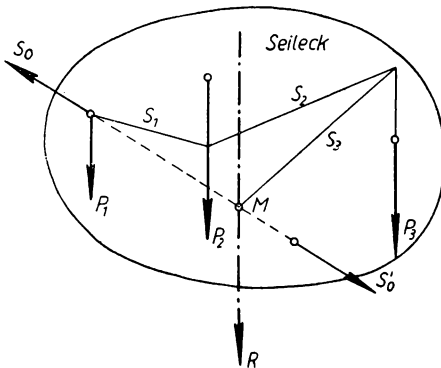
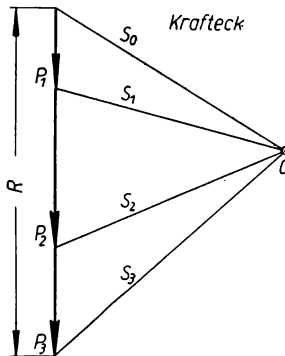

Bild 199
Bild 200
**326.** Drei Parallelkräfte  $P_1, P_2, P_3$  (Bild 199) sollen mittels Kraft- und Seilecks zu ihrer Mittelkraft *R* zusammengesetzt werden.
**Lösung:** Das Krafteck wird eine gerade Linie (Bild 200).
Um die Lage der Mittelkraft, also ihren Angriffspunkt *M*, in Bild 199 zu finden, wählt man beliebige Hilfskräfte *S* und  $S'_0$ , d. h., man nimmt die Lage des Poles *O* in Bild 200 beliebig an. Dann zeichnet man mit Hilfe der Seilstrahlen (Bild 200) das Seileck (Bild 199) wie in voriger Aufgabe 325. Der Linienzug *BCO* daselbst ist für die Zeichnung entbehrlich und kann deshalb weggelassen werden.